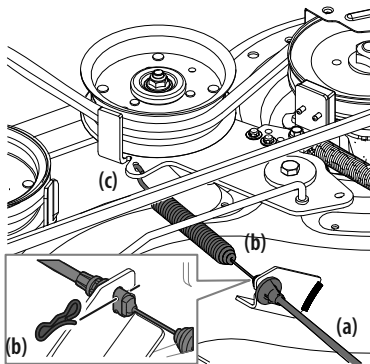

Figure 33
10. Retirez le câble de la prise de force (a) à l'arrière du plateau de coupe en enlevant la goupille fendue (b) qui le fixe. Enlevez le ressort (c) du support de la poulie de tension. Voir Figure 33.